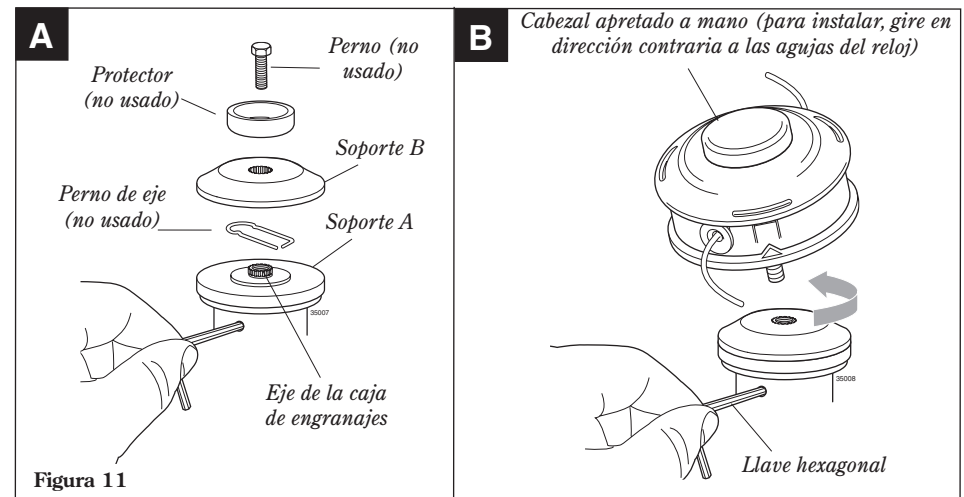

Figura 11
1. Con el eje de salida de la caja de engranajes cara arriba, gire el eje central y el soporte A hasta que la muesca en el borde de la caja de engranajes, y luego asegure el soporte a la caja de engranajes insertando el lado más largo de la llave hexagonal a través de ambas muescas. Consulte la figura 11-A.
2. Usando la llave combinación de bujía/destornillador, retire el perno de eje, el protector de perno, el soporte B y el retén de seguridad. (El protector de perno, perno de eje y el retén de seguridad no son usados con un cabezal de recorte). Consulte la figura 11-A.
4. Usando la llave hexagonal para asegurar el soporte A, instale y apriete con la mano el cabezal (para instalar, gire en dirección contraria a las agujas del reloj). Consulte la figura 11-B.